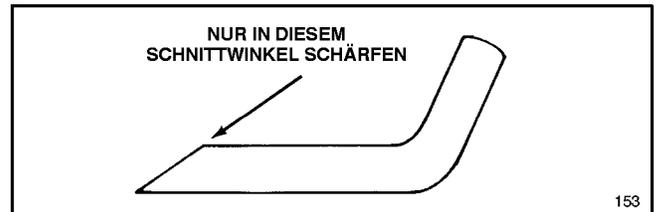

Abbildung 25
6. **SCHÄRFEN DES MESSERS**—Mit einer Feile die Oberkante des Messers (die zum Mähergehäuse zeigt) schärfen und dabei den ursprünglichen Schnittwinkel beibehalten (Abb. 25). Das Messer bleibt ausgewuchtet, wenn von beiden Schnittkanten gleichviel Material abgetragen wird.